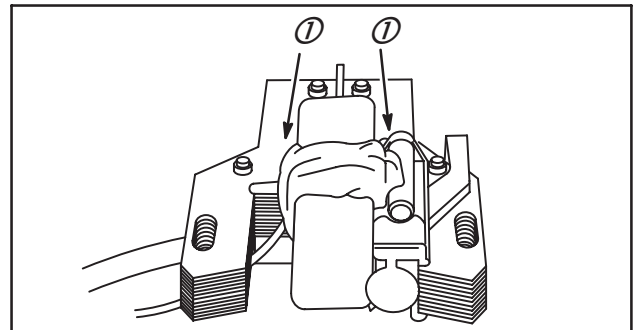

Fig. 16
5. Appliquer du mastic d'étanchéité (1) tel du Permatex® No. 2 sur les fils pour prévenir les vibrations et la rupture des fils, Fig. 16.